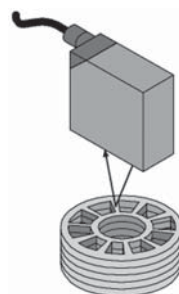

Рис. 13. Контроль высоты и определение дефектных слоев статора и ротора
*Мотор двигателя* (см. рис. 13). Ротор и статор мотора и генератора состоит из ряда стальных листов для обеспечения требуемых магнитных свойств. Датчик расстояния контролирует высоту ротора и обнаруживает слой с деформациями.